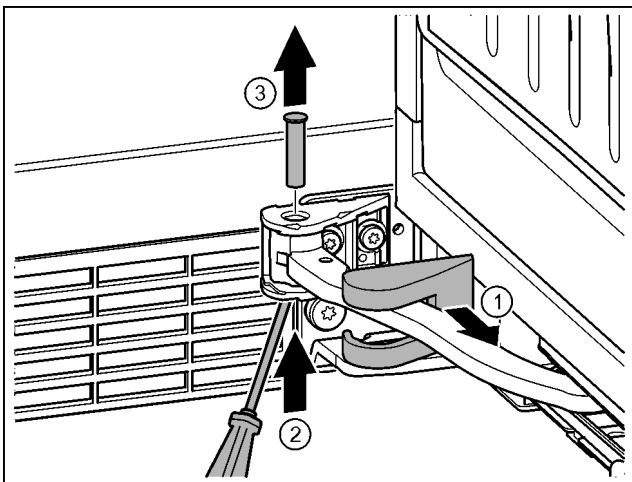

Fig. 15
► Stáhněte kryt stojanu ložiska a posuňte podél kloubu. Fig. 15 (1)
► Čep zespodu nadzvedněte prstem nebo šroubovákem. Fig. 15 (2)
► Šroubovákem zajedte pod hlavu čepu a vytáhněte. Fig. 15 (3)